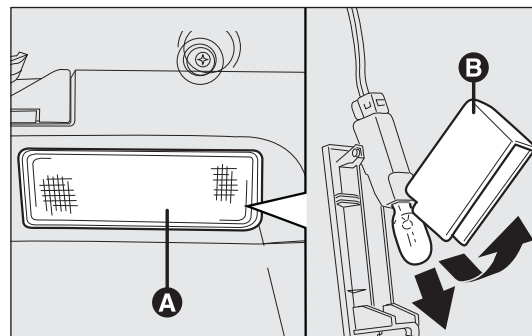

fig. 185
## PLAFONIERA BAGAGLIAIO fig. 185
- estrarre la plafoniera A-fig. 185 facendo leva nel punto indicato dalla freccia.